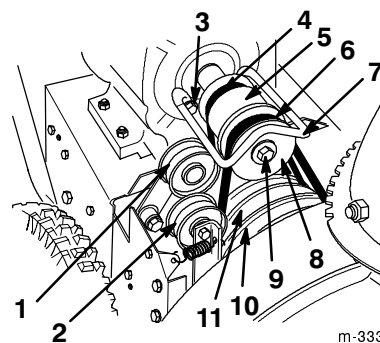

Bild 27
Sie müssen den Fahrtriebsriemen (Bild 27) austauschen, wenn er abgenutzt, ölgetränkt oder sonstwie beschädigt ist. Einen neuen Riemen erhalten Sie bei Ihrem Vertragshändler.
5. Entfernen Sie die beiden Schrauben, Scheiben und Sicherungsscheiben, mit denen die Riemenführung befestigt ist (Bild 27).
6. Entfernen Sie die Motorkurbelwellenschraube, Sicherungsscheibe und Scheibe (Bild 27).
7. Lösen und entfernen Sie die Motorantriebsscheibe (Bild 27).
9. Entfernen Sie die Motorriemenscheibe (Bild 27).
10. Entfernen Sie den Fahrtriebsriemen von der Antriebsriemenscheibe und der Motorkurbelwelle (Bild 27).
11. Ziehen Sie die Fahrtriebs-Spannscheibe nach außen und bringen den neuen Fahrtriebsriemen an (Bild 27).
13. Ziehen Sie die Spannscheibe nach außen und legen den Antriebsriemen für Schnecke/Gebläserad vorne um die Motorscheibe. Achten Sie dabei darauf, dass sich der Riemen an der Innenseite der Spannscheibe befindet (Bild 27).
8. Tauschen Sie den Treibriemen für Schnecken-/Gebläseantrieb aus (Bild 27).
9. Ziehen Sie die Spannscheibe nach außen und den neuen Riemen über die große Riemenscheibe der Schnecke/des Gebläserads (Bild 27).
10. Legen Sie den Riemen vorne um die Motorscheibe. Achten Sie dabei darauf, dass sich der Riemen an der Innenseite der Spannscheibe befindet (Bild 27).